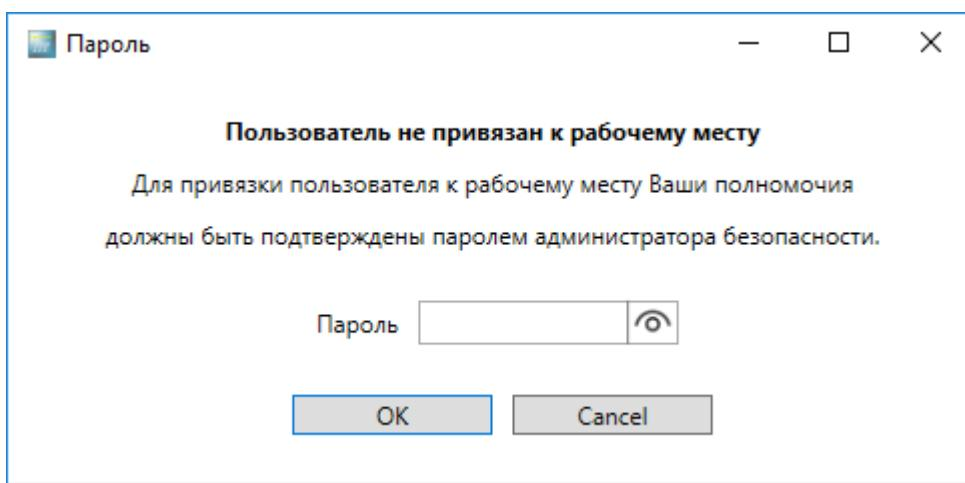

Рисунок 19-29
3. В появившемся окне Рисунок 19-29 ввести пароль администратора безопасности (поставляется на бумажном носителе). После проверки пароля будет осуществлен вход в систему и привязка пользователя.